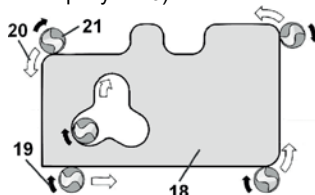

Рисунок 6
4.2.6 Повільно і плавно рухайте опорну платформу виробу по поверхні оброблюваного матеріалу зі встановленою глибиною фрезерування в напрямку, протилежному напрямку обертання фрези, тобто із зовнішнього боку матеріалу, фрезерування слід виконувати проти руху годинникової стрілки, а з внутрішнього – у напрямку руху годинникової стрілки (дивіться рисунок 6).